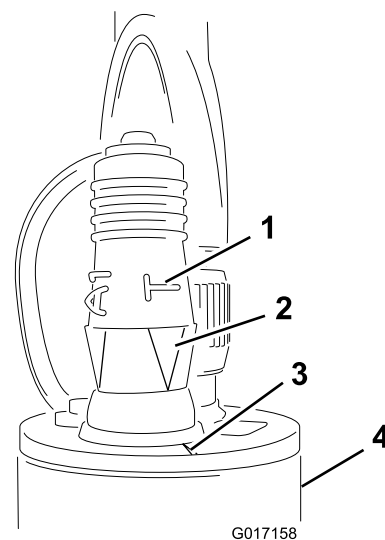

Figura 14
5. Installate la spina di programmazione sul sensore (Figura 14).
Importante: Allineate la freccia sotto i laterali "T" con la tacca sul bordo superiore del sensore (Figura 14).